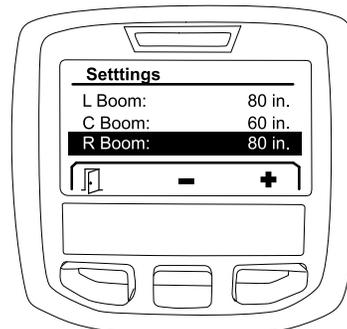

Bild 16
2. Vergrößern oder verkleinern Sie die Breite des ausgewählten Sprühabschnitts mit der mittleren oder rechten Auswahltaste (Bild 16).